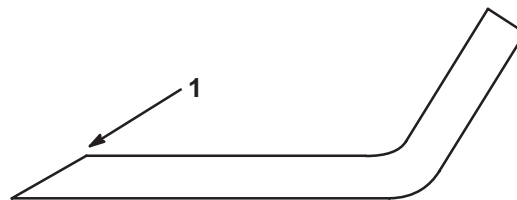

Figure 36
1. Au moyen d'une lime, aiguissez les tranchants aux deux extrémités de la lame (Fig. 36) en veillant à conserver l'angle de coupe d'origine. Limez la même quantité de métal sur chacun des deux tranchants pour ne pas déséquilibrer la lame.